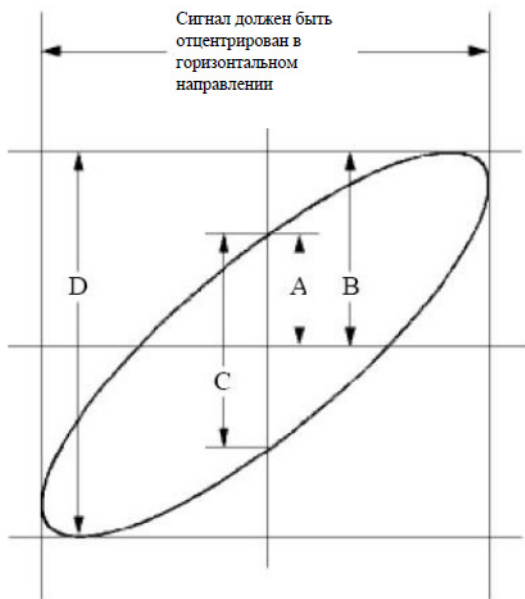

Рисунок 54 - График Лиссажу
9. С помощью метода эллиптической осциллограммы наблюдают и вычисляют разность фаз (см. рис. 54).